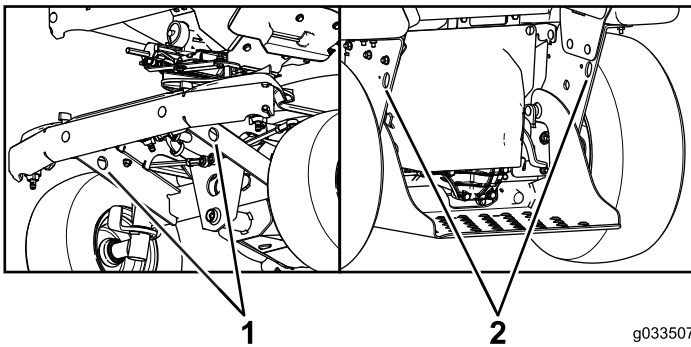

Figura 65
4. Utilice los puntos de amarre de la máquina para sujetar la máquina firmemente al remolque o al camión con correas, cadenas, cables o cuerdas (Figura 65). Consulte en la normativa local los requisitos aplicables al remolque y al sistema de amarre.